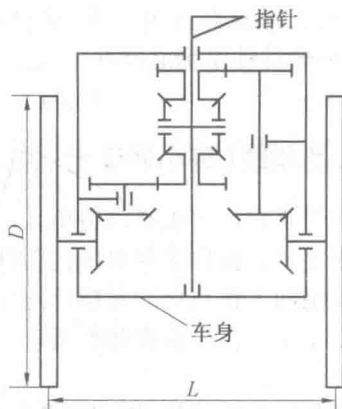

图2 指南车轮系
2. (12 分)如图 2 所示为指南车的工作原理图,其工作要求是:当两车轮均与水平地面做纯滚动时,不论车身在水平面内如何转弯,安装于其上的轴线垂直的指针在水平面内所指的方向始终不变。已知所有齿轮齿数相同,车轮外径与两轮间距分别为 D 和 L ,设车身拐弯时转动的角速度 ω ,速度瞬心点距内外侧车轮的距离分别为 R 和 $R+L$,试求: